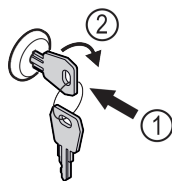

Fig. 142 Ilustrační zobrazení
- Klíč zasuňte dovnitř Fig. 142 (1).
- Otácejte klíčem o 90° ve směru hodinových ručiček Fig. 142 (2).